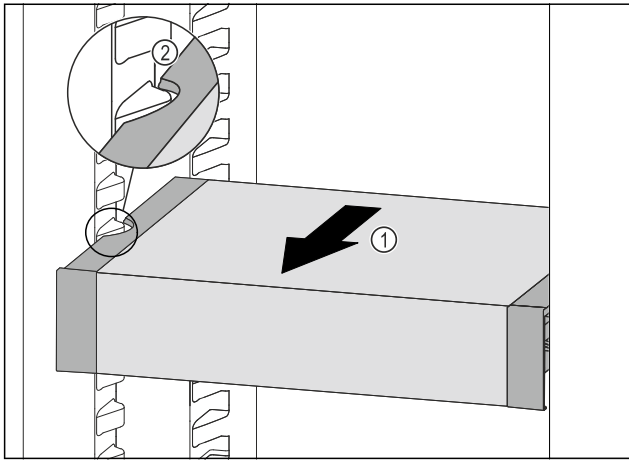

Fig. 72
- ▶ Vedä VarioSafe-laatikkoa ulospäin Fig. 72 (1), kunnes VarioSafen sivuilla olevat lovet ovat jääkaappiosassa olevien kannattimien tasolla. Fig. 72 (2)